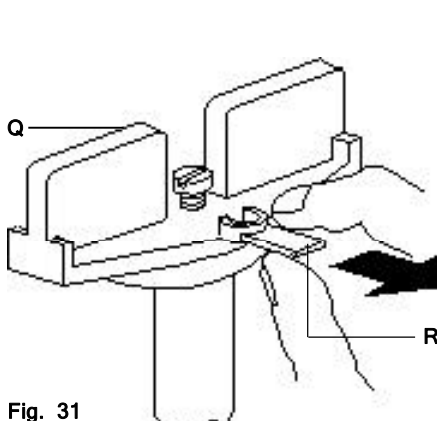
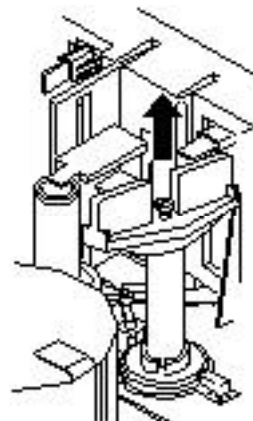

Fig. 31
Fig. 32
Avlägsna låsdelen (**R**) fig. 31 och dra fjäderhandtaget (**Q**) uppåt och släpp (se fig. 32). Fäst låsdelen för framtida användning.
4. Roterar fjäderhandtaget **Q** (fig. 31) för att komma till mittenpositionen av ställdonets slag.